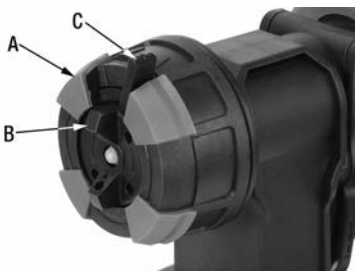

Figure 4
- 2) Desserrez l'écrou de verrouillage (A) Fig.4.
- 3) Ajustez la position du capuchon de la buse (B) pour B obtenir soit le motif vertical, horizontal ou rond.
Position du haut vers le bas: Motif horizontal. Fig.4.
- 5) Il est également possible de changer rapidement entre la largeur du jet de pulvérisation large et compacte en ajustant simplement le levier de réglage de la largeur de pulvérisation (C) Fig.4.